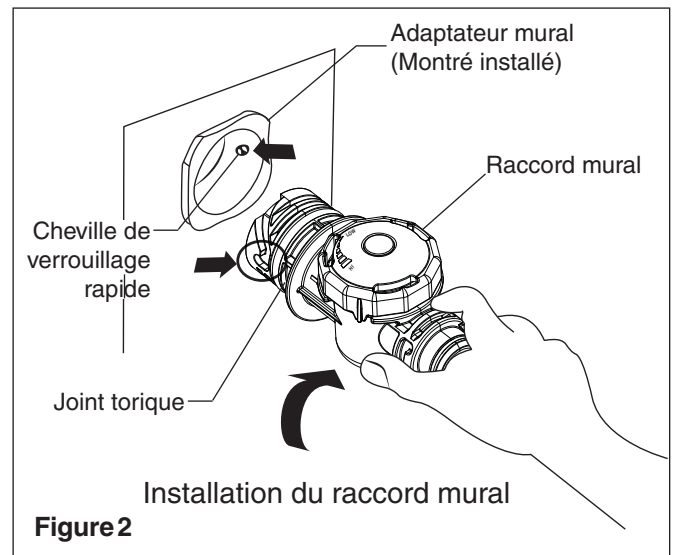

Figure 2
5. Insérez l'adaptateur mural dans la conduite de retour fileté NPT de 1-1/2 po. Serrez à la main. **Voir la Fig. 2.**
6. Alignez le raccord mural avec la cheville de verrouillage rapide à l'intérieur de l'adaptateur mural. Tournez de ¼ de tour dans le sens horaire pour verrouiller le raccord mural. **Tirez légèrement vers l'extérieur afin d'assurer un bon alignement pour engager les chevilles de verrouillage rapide. Voir la Fig. 2.**